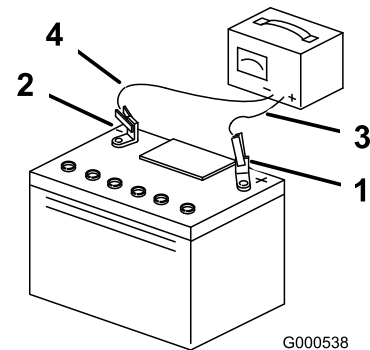

Figura 49
5. Quando le batterie sono completamente cariche, staccate il caricabatterie dalla presa elettrica e scollegate i cavi di ricarica dai poli delle batterie (Figura 49).